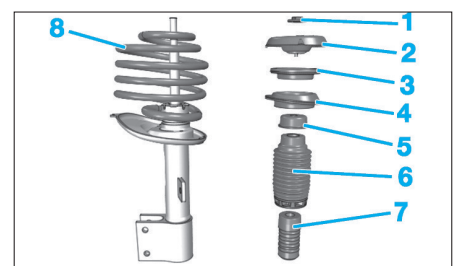

Fig. 14
• Déposer les éléments (1) à (8) (Fig.14).